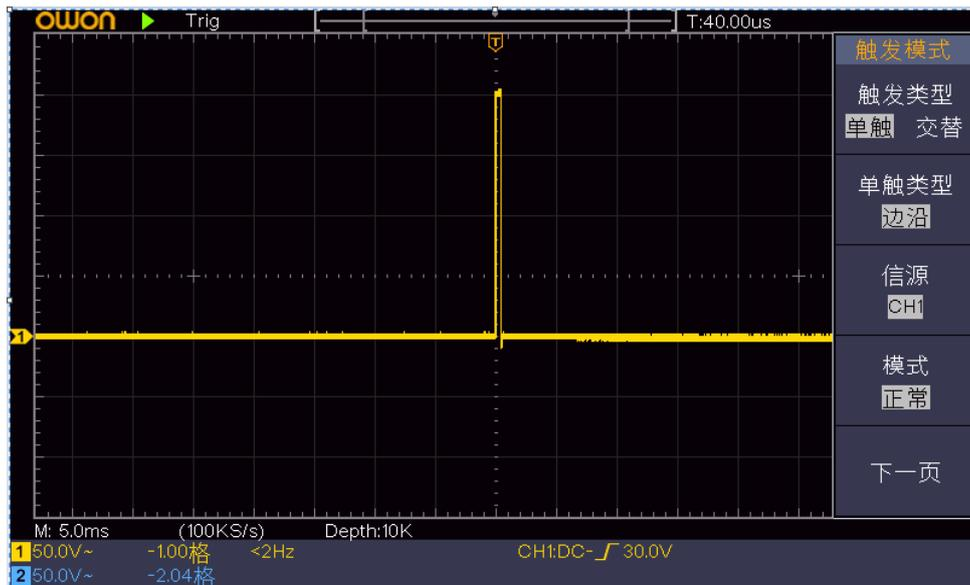

图 6-3: 捕捉单次信号
- (2) 调整 **垂直 档位** 和 **水平 档位** 旋钮，为观察的信号建立合适的垂直与水平范围。
- (3) 按 **采样** 按键，右侧显示采样菜单。
- (4) 在右侧菜单中，选择 **采集模式** 为 **峰值检测**。
- (5) 按 **触发菜单** 按键，右侧显示触发菜单。
- (6) 在右侧菜单中，选择 **触发类型** 为 **单触**。
- (7) 在右侧菜单中，选择 **单触类型** 为 **边沿**。
- (8) 在右侧菜单中，选择 **信源** 为 **CH1**。
- (9) 在右侧菜单中按 **下一页**，选择 **耦合** 为 **直流**。
- (10) 在右侧菜单中，选择 **斜率** 为 （上升）。
- (11) 旋转 **触发电平** 旋钮，调整触发电平到被测信号的中值。
- (12) 若屏幕上方 **触发状态指示** 没有显示 **Ready**，则按下 **Run/Stop（运行/停止）** 按键，启动获取。等待符合触发条件的信号出现。如果有某一信号达到设定的触发电平，即采样一次，显示在屏幕上。利用此功能可以轻易捕捉到偶然发生的事件，例如幅度较大的突发性毛刺：将触发电平设置到刚刚高于正常信号电平，按 **Run/Stop（运行/停止）** 按键开始等待，则当毛刺生时，机器自动触发并把触发前后一段时间的波形记录下来。通过旋转面板上水平控制区域的 **水平位移** 旋钮，改变触发位置的水平位移可以得到不同长度的负延迟触发，便于观察毛刺发生之前的波形。见图 6-3。